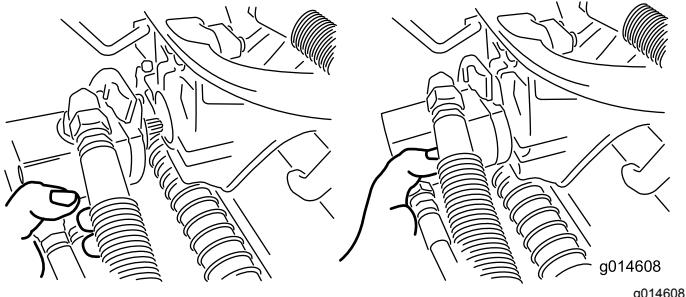

図 46
3. 外したモータは、サスペンションアームの前部にある一時保管位置にセットしておく図 46。